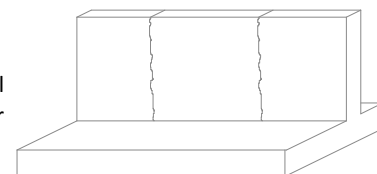

Fig.4: IVE
- A.2.** La causa posible de aparición de esta lesión (Fig.4) puede ser: